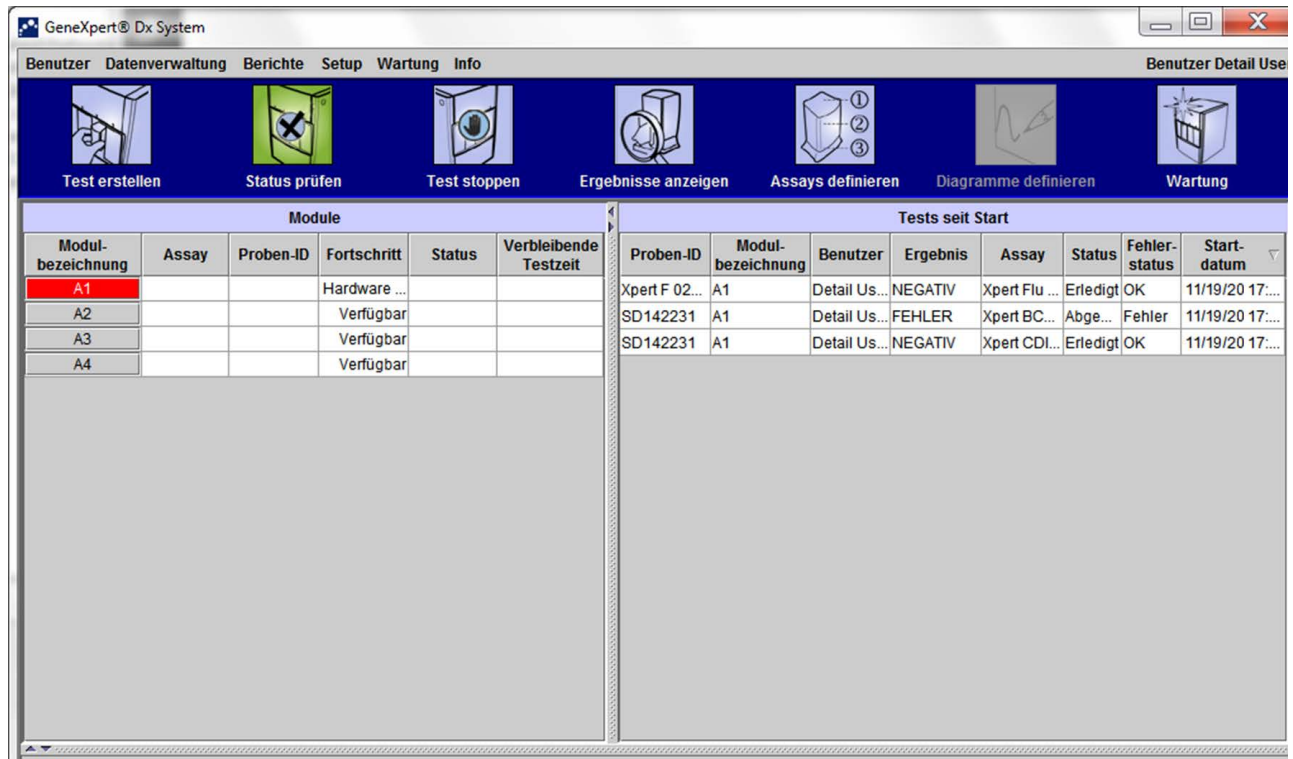
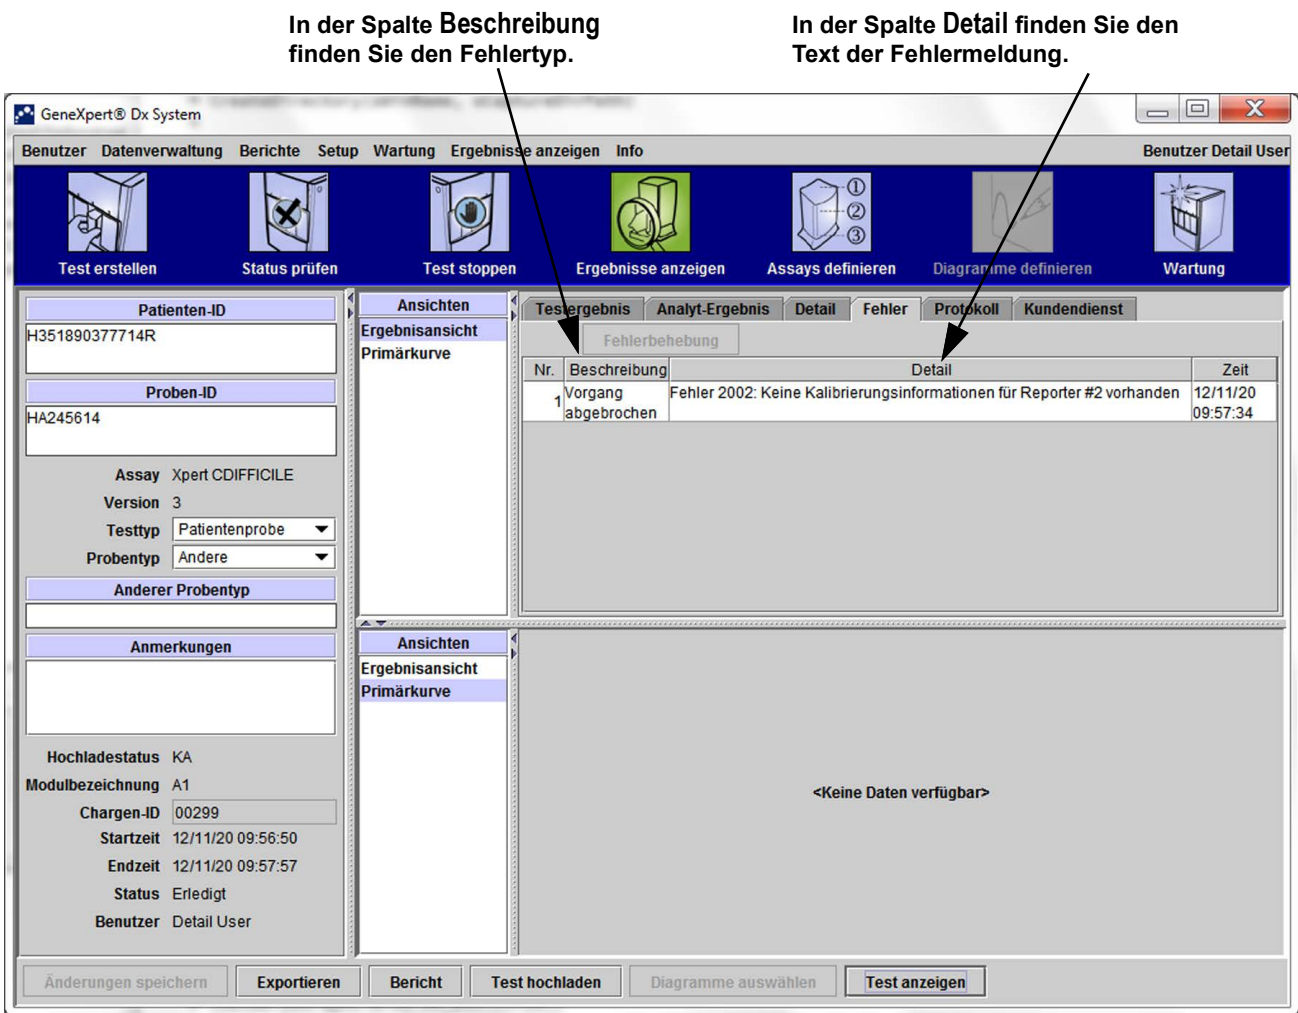

Abbildung 9-40. GeneXpert Dx System – Fenster „Status prüfen“
Abbildung 9-41. GeneXpert Dx System – Fenster „Ergebnisse anzeigen“ – Registerkarte „Fehler“ (Ansicht für Detail-Benutzer und den Administrator)
- **Abschnitt 9.19.2.5, Nachanalysefehler** – Fehler, die während der Datenreduktion auftreten. Sie können alle Fehler im Fenster „Status prüfen“ anzeigen lassen (vgl. Abbildung 9-40). Einzelheiten zu testspezifischen Fehlern werden auch im Fenster „Ergebnisse anzeigen“ auf der Registerkarte **Fehler** angezeigt (vgl. Abbildung 9-41).
Abbildung 9-41). Wenn Sie den Technischen Kundendienst von Cepheid verständigen müssen, finden Sie die Kontaktinformationen im Abschnitt Technische Unterstützung im Vorwort.
Tabelle 9-4 enthält die Fehler, die beim Abbruch eines Tests angezeigt werden können. Fehlermeldungen der Kategorie „Vorgang abgebrochen“ erscheinen im Fenster „Ergebnisse anzeigen“. Siehe Abbildung 9-41. Wenn Sie den Technischen Kundendienst von Cepheid verständigen müssen, finden Sie die Kontaktinformationen im Abschnitt Technische Unterstützung im Vorwort.
Tabelle 9-5 listet die Fehler auf, die beim Laden der Kartuschen auftreten können. Fehlermeldungen beim Laden der Kartuschen werden im Fenster „Status prüfen“ angezeigt. Siehe Abbildung 9-40.
Tabelle 9-6 listet die Fehlermeldungen auf, die während eines Selbsttests auftreten können. Fehlermeldungen zum Selbsttest werden im Fenster „Status prüfen“ angezeigt. Siehe Abbildung 9-40. Wenn Sie den Technischen Kundendienst von Cepheid verständigen müssen, finden Sie die Kontaktinformationen im Abschnitt Technische Unterstützung im Vorwort.
Tabelle 9-7 listet die Fehler auf, die während der Analyse nach dem Testlauf (Datenreduktion) auftreten können. Fehlermeldungen für Nachanalysefehler erscheinen im Fenster „Ergebnisse anzeigen“ (vgl. Abbildung 9-41). Wenn Sie den Technischen Kundendienst von Cepheid verständigen müssen, finden Sie die Kontaktinformationen im Abschnitt Technische Unterstützung im Vorwort.